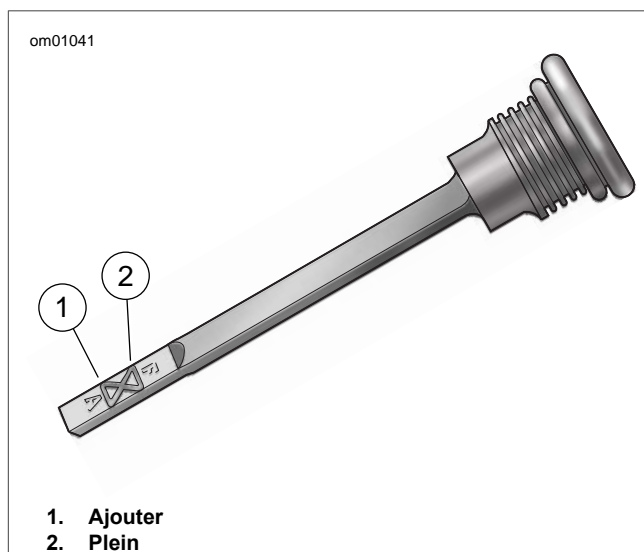

Figure 1-12. Niveau du lubrifiant de la jauge de transmission
- Voir Figure 1-12. Retirer la jauge. Vérifier le niveau de lubrifiant sur la jauge.